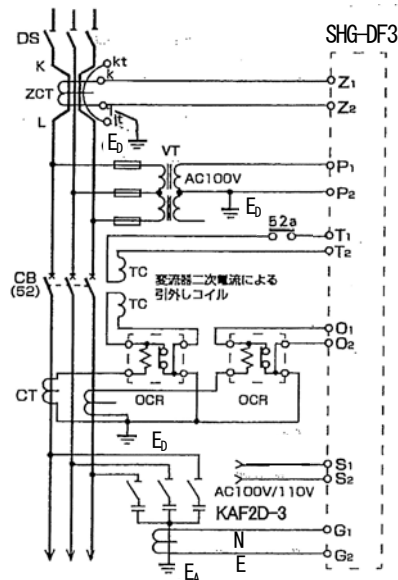
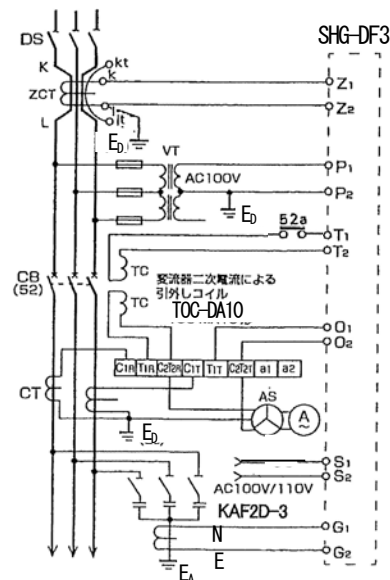

図4 電流引外し
図5 電流引外し (泰和 TOC-DA10組合せ例)
- 図4、図5のS₁、S₂端子のAC100/110Vは、CBの負荷側から取ってください。やむを得ず、CBの電源側から取る場合は、CBの補助接点を直列に接続ください。